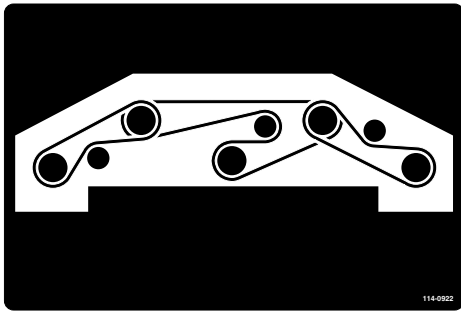

Figura 123
8. Coloque a nova correia nas polias e na estrutura da polia intermédia (Figura 123).